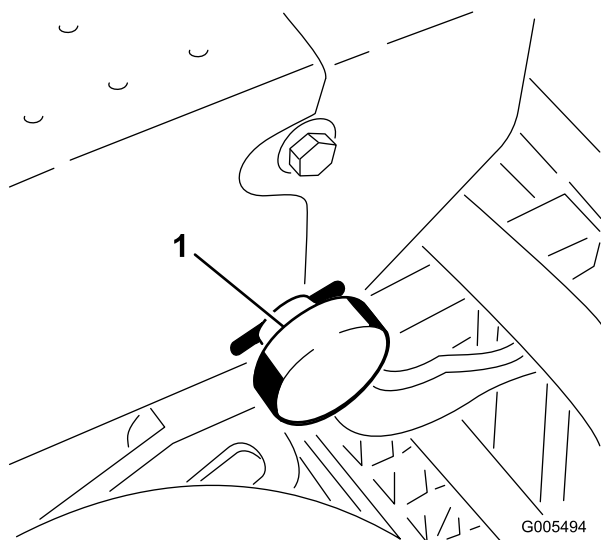

Figure 6
3. Retirez la goupille fendue qui fixe le bouton de blocage du bras de direction (Figure 6) et enlevez le bouton.